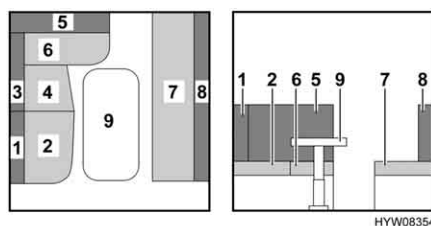

Fig. 86 Prima della trasformazione
- Trasformare il tavolo rialzabile (Fig. 86,9) in struttura di supporto letto (vedi paragrafo 6.7.3).